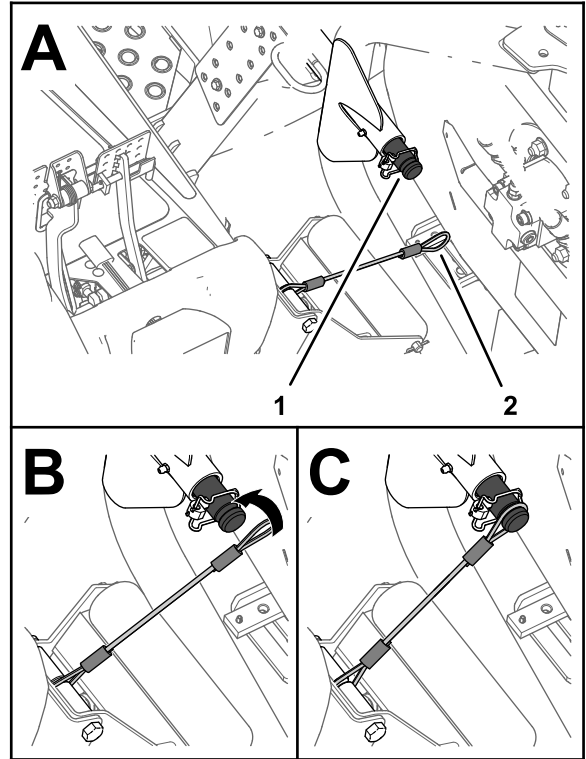

图 26
5. 将系索与前外侧滚刀组升降臂的承载轴对齐 图 26。
6. 将系索的挂环滑到承载轴上直至系索完全嵌入承载轴的槽中 图 26。